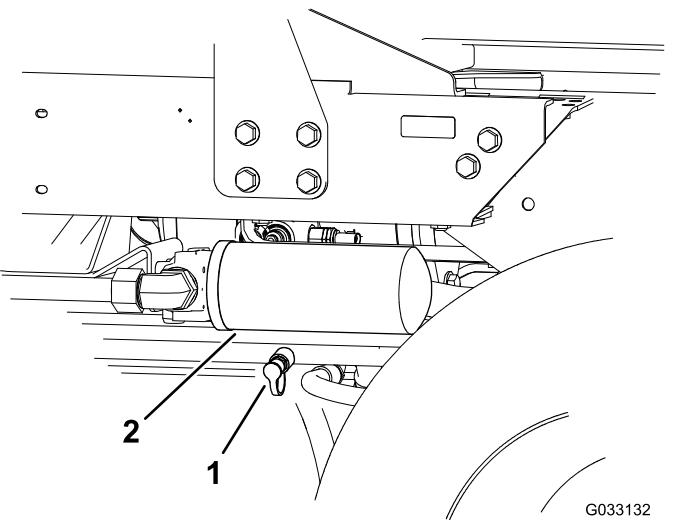

Figure 62
- Branchez un flexible hydraulique entre le raccord de diagnostic monté dans le collecteur de déplacement arrière et la prise d'essai de pression de déplacement en marche arrière (Figure 62).